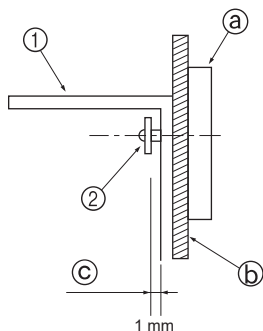

Fig. 3-4
- Monte primero el soporte a la pared y luego apriete los tornillos de forma que el soporte pueda moverse hacia arriba y hacia abajo. (Fig. 3-4)
- ① Soporte antibasculante
- ② Tornillo tirafondos
- ③ Entrepaño
- ④ Material de la superficie de la pared